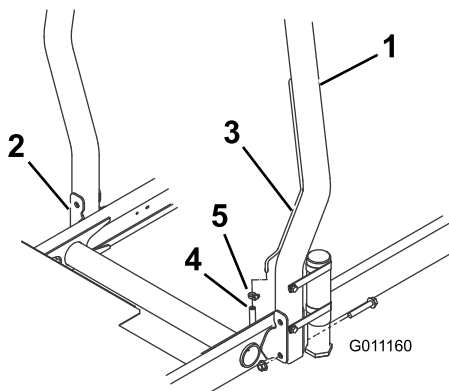

Figura 8
1. Baje la barra anti-vuelco sobre los soportes de montaje de la unidad de tracción, alineando los taladros de montaje. Asegúrese de que el tubo de ventilación de la barra anti-vuelco está en el lado izquierdo de la máquina (Figura 8).
2. Fije cada lado de la barra antivuelco a los soportes de montaje con 2 pernos con arandela prensada y 2 contratueras (Figura 8). Apriete las fijaciones a 81 N·m.